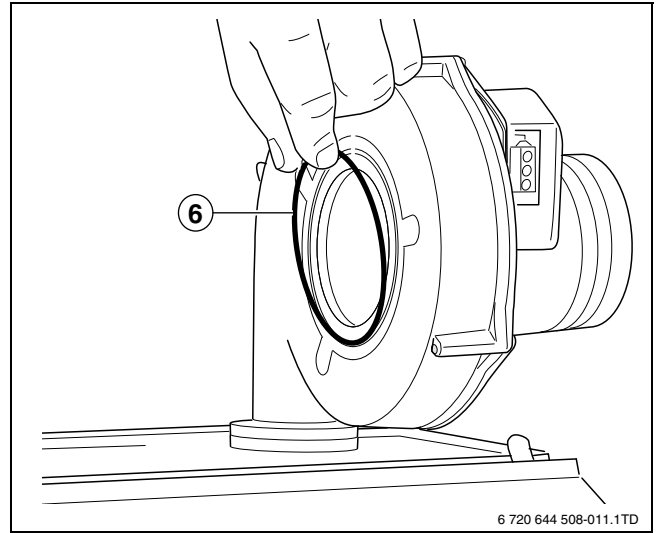

Fig. 17
- ▶ 将随附的风机 O 形圈 (→ 图 17, 第 44 页) 装入风机。